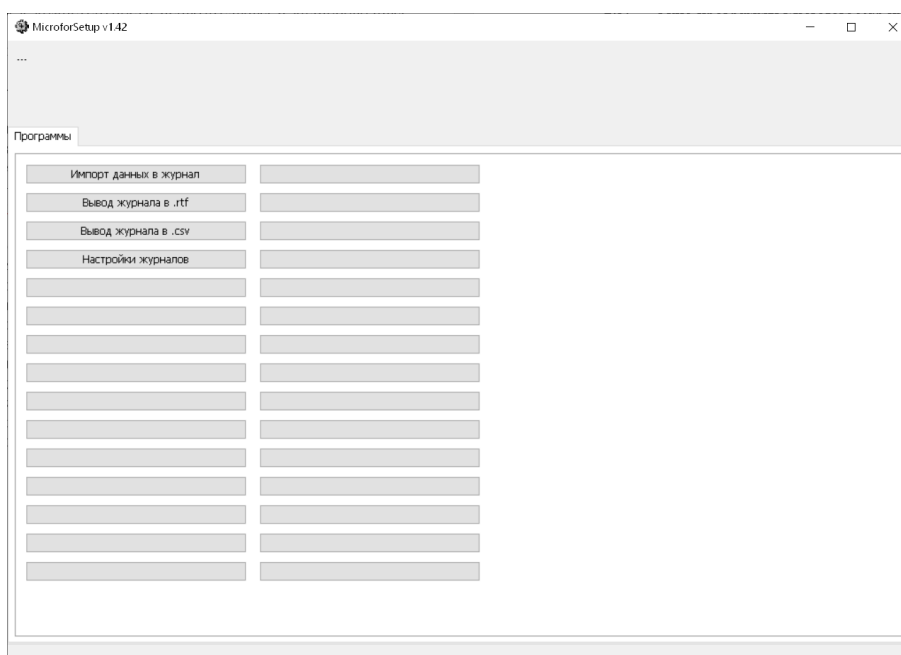
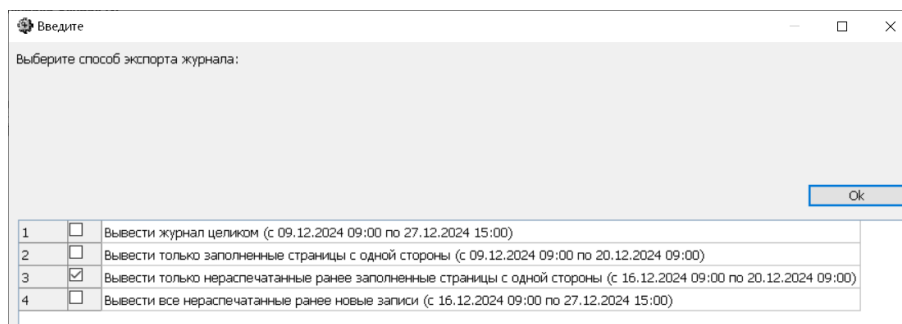

Рисунок 1 – Окно программы MicroforSetup.
Рисунок 5 – Вывод журнала в .rtf.
2.3. Верхняя часть окна программы (Рисунок 1) содержит следующие элементы, отображение которых может включаться и выключаться в зависимости от текущей программы:
5.1.2. Нажмите кнопку «Импорт данных в журнал» (см. Рисунок 1).
5.2.2. Если созданных журналов в программе нет, новый журнал будет создан при нажатии на любую кнопку. При этом пользователю будет предложено задать настройки для создаваемого журнала. Ниже будут даны комментарии по каждому этапу настройки. В последствии настройки созданного журнала можно будет изменить, нажав на кнопку «Настройки журналов» (см. Рисунок 1).
5.3.2. Нажмите на кнопку «Импорт данных в журнал» (Рисунок 1). Если ИВА-6Н-Д подключен корректно, то появится сообщение вида:
5.4.1. Чтобы вывести журнал в формате .rtf и распечатать, нажмите на кнопку «Вывод журнала в .rtf» (Рисунок 1). Появится окно, вид которого показан на рисунке (Рисунок 5). Некоторые опции могут быть недоступны (будут отображаться прочерки). Выберите одну.